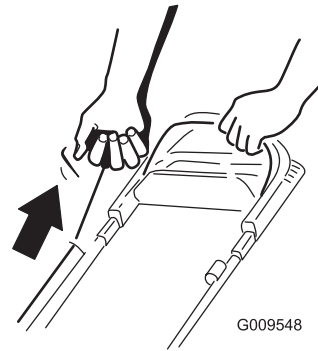

Figure 14
2. Tirez la poignée du lanceur (Figure 14).
**Remarque:** Tirez lentement la poignée du lanceur (Figure 14) jusqu'à ce que vous sentiez une résistance,